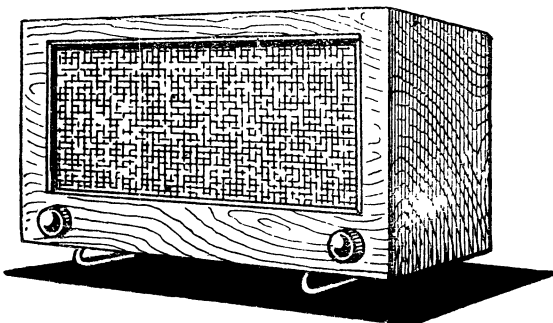

Рис. 10. Внешний вид собранного усилителя
**Конструкция и налаживание.** Усилитель соберите в деревянном ящике объемом не менее 0,01 куб. м. (рис. 10). Толщина стенок ящика 8—10 мм. На переднюю панель установите регулятор громкости с выключателем сети и регулятор тембра. Остальные детали смонтируйте на металлическом шасси. Под динамик в передней стенке вырежьте отверстие и задрапируйте его красивой тканью (или специальной тканью для радиоприемников).